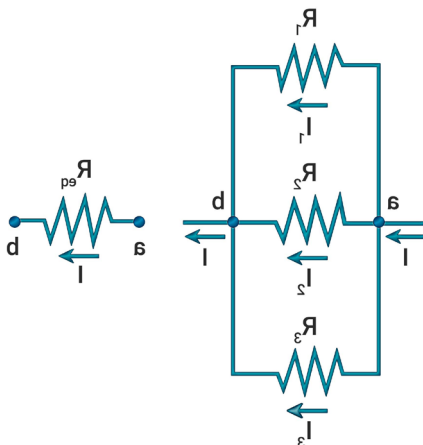

Figura 8. Circuito en paralelo [3]
- En un **circuito paralelo**, todos los componentes están conectados entre sí, formando de manera exacta **dos conjuntos de puntos** eléctricamente comunes. Los electrones se reparten entre las distintas ramas del circuito, volviendo a encontrarse luego. La intensidad total se divide entre las ramas ($I_1 + I_2 + I_3 + \dots$). Al estar conectadas las resistencias a los mismos puntos del circuito, la diferencia de potencial es la misma para todas (figura 8).